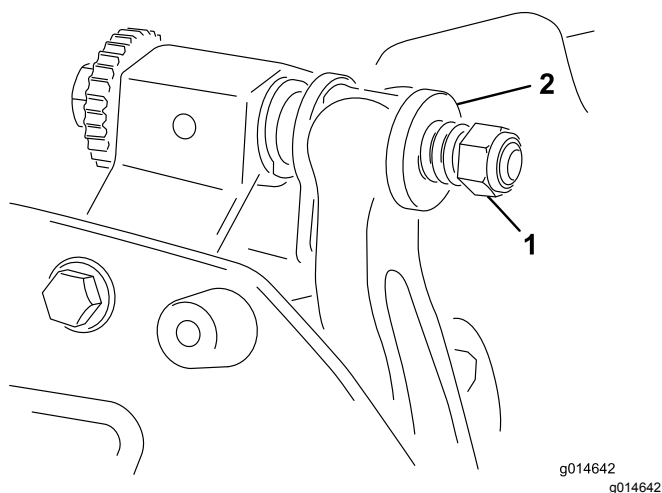

Figura 25
5. Serrate il dado di tensionamento della molla finché questa non è a riposo, quindi allentatelo di mezzo giro (**Figura 25**).